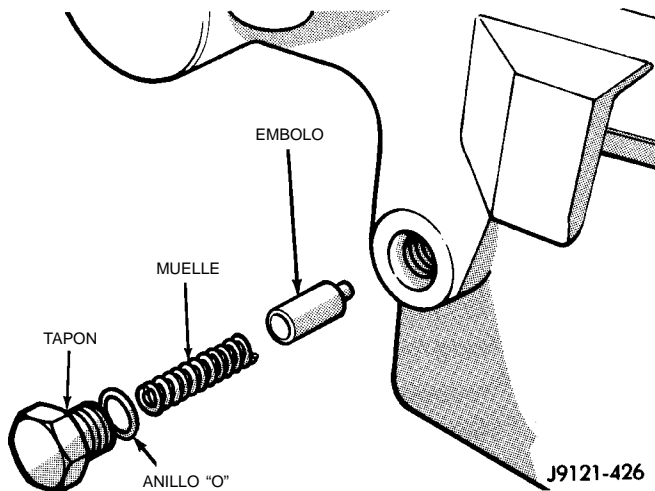

Fig. 26 Desmontaje del componente de detención
(1) Retire el tapón detenedor del cambio, muelle y pasador (Fig. 26).
(2) Retire el tapón de cierre del orificio de acceso del pasador de sujeción de la horquilla de primera. Luego mueva el sector de cambio a fin de alinear el perno retén de esa horquilla con el orificio de acceso.
(3) Retire el pasador de sujeción de la horquilla de posición con la herramienta de extracción rápida del tamaño uno, del siguiente modo: